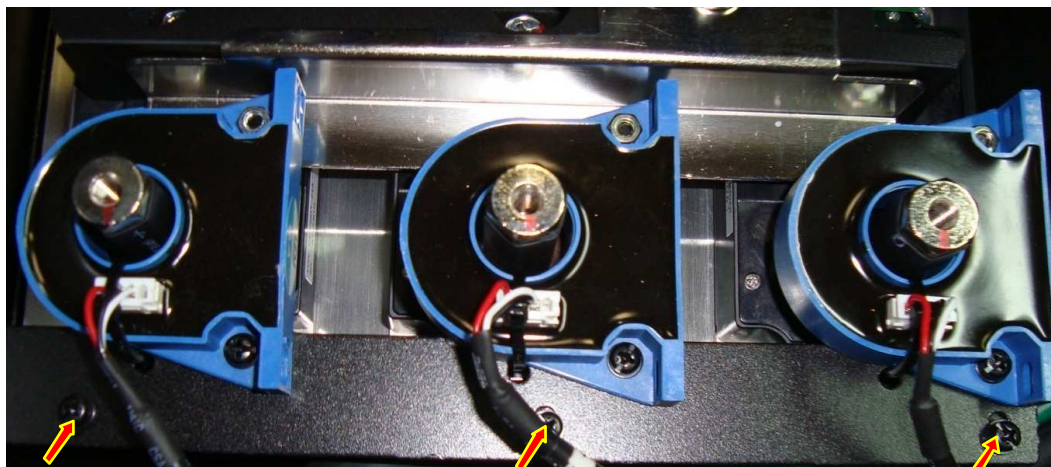

Рис. 7.17
7.12.1. Установить кронштейн с датчиками тока на свое посадочное место. Закрепить тремя винтами (рис. 7.17, красные стрелки).